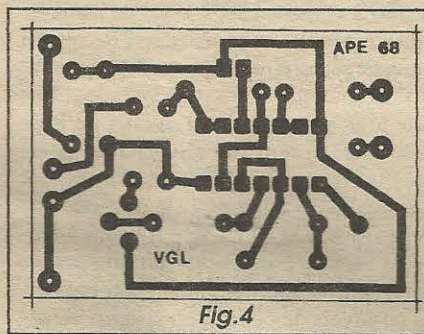

Fig.4
- FIG. 4 - LAYOUT DO CIRCUITO IMPRESSO ESPECÍFICO... - A plaquinha do impresso é simples, e seu padrão cobreado é visto em escala 1:1 na figura... Como sempre, bastará *carbonar* o desenho sobre o lado metalizado de um fenolite *virgem* nas indicads dimensões, fazer a traçagem com decalques (a presença do integrado, na prática obriga a essa técnica de acabamento do desenho...) ácido-resistentes, efetuar a corrosão (na solução de percloroeto de ferro), a limpeza, a furação, etc. Com a plaquinha pronta, furada em suas ilhas, conferida e novamente limpa, convém que os próprios terminais dos componentes também sejam limpos (podem ser levemente raspados com uma lâmina, ou mesmo lixados - também de leve, com lixa fina...), garantindo soldagens perfeitas, que devem ser feitas com ferro leve (máximo 30 watts) e solda fina, de baixo ponto de fusão, conforme *eter-namente* recomendamos...